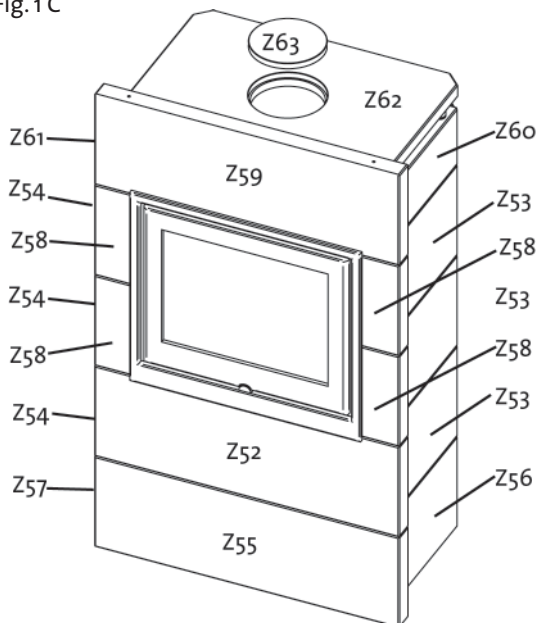

Fig. 2
4. Setzen Sie zuerst die Steine der ersten Lage. Siehe Abb. 2 (Z55-Z56-Z57).